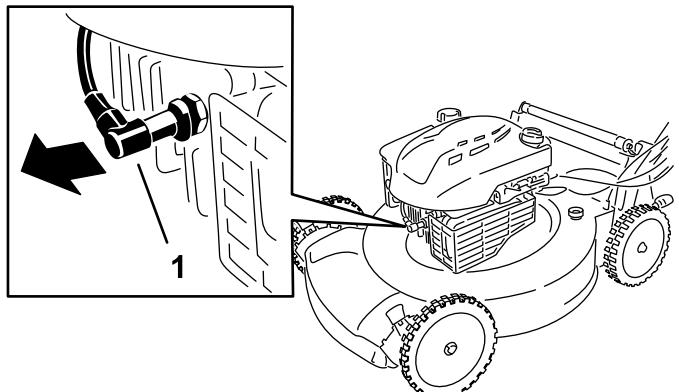

Figure 23
- Débranchez le fil de la bougie (Figure 23).
2. Débranchez le fil de la bougie (Figure 23).